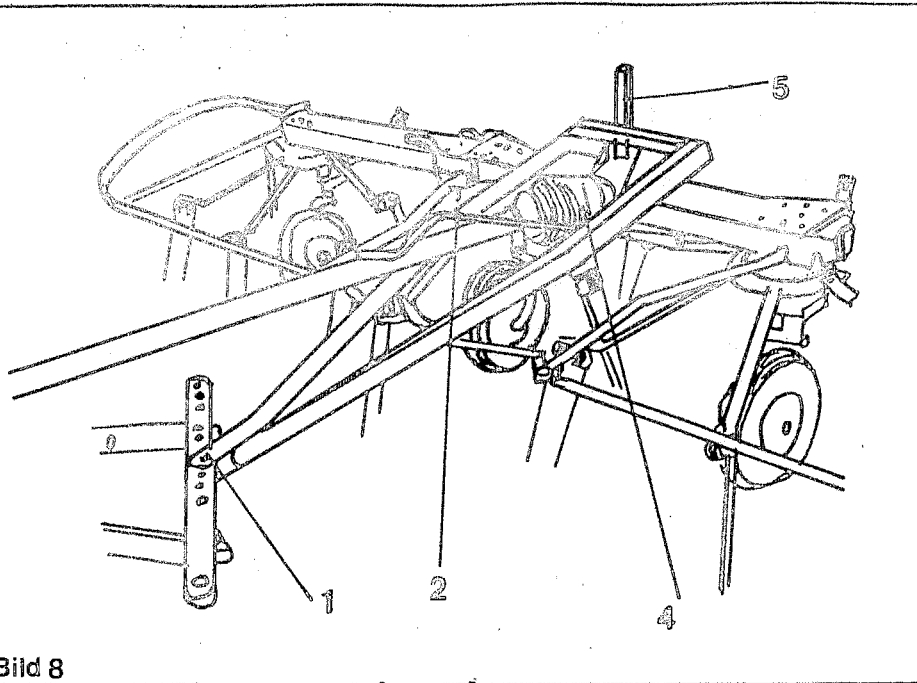

Bild 8
1. Ställ rotorerna vågrätt med veven (bild 8 pos.2).
7. Fäll ned och lås stödfoten (bild 8 pos 5) innan maskinen kopplas loss från traktorn.
1. Mettere in posizione orizzontale i giranti tramite il registro a vite (fig. 8 pos. 2).
7. Abbassare il piedino di appoggio prima di staccare la macchina dal trattore (fig. 8, pos.5).
5. Abstellstütze (Bild 8, Pos.5) hochstellen und sichern.
5. Lever la béquille (Fig. 8, rep. 5) et la bloquer.
5. Place the parking support in its upper position (Fig. 8, item 5).
5. De stennpoot omhoogbrengen en vastzetten (afb. 8, pos. 5).
5. Lyft upp och lås stödfoten (bild 8 pos 5).
5. L'asta di appoggio mettere in posizione di lavoro e securarla (fig.8, pos.5).
4. Vor dem Abhängen des Turboheuers die Abstellstütze (Bild 8, Pos.5) nach unten schieben und sichern.
4. Avant de décrocher le turbofaneur, pousser la béquille(Fig. 8, rep.5) vers le bas et la bloquer.
4. Before disconnecting the rotary haymaker, push the parking support down (Fig.8, item5) and secure it.
4. Voor het afkoppelen van de turbomachine de steunpoot (afb.8, pos.5) omlaag schuiven en vastzetten.
4. Fäll ned och lås stödfoten (bild 8 pos 5) innan hövändaren lossas från traktorn.
4. Abbassare l'asta di sostegno prima di sganciare la macchina(fig.8, pos.5).
Der Turboheuer wird sowohl in Transport- als auch in Arbeitsstellung möglichst in der Mitte der Ackerschleife des Schleppers angehängt (Bild 8, Pos.1). Sichern des Steckbolzens mit dem Vorstecker nicht vergessen! Die Ackerschleife muß fixiert sein und darf nicht ausweichen können.
Atteler le turbofaneur, autant que possible au centre de la barre d'attelage du tracteur (Fig. 8, rep.1) aussi bien que en position de transport qu'en position de travail. Ne pas oublier de bloquer l'axe d'attelage au moyen du circlip. La barre d'attelage doit être fixée et ne doit pas pouvoir bouger.
De turbohooimachine wordt zowel in de transport- als in de werkstand zoveel mogelijk in het midden van de trekstangbalk van de trekker bevestigd (afb. 8, pos.1). Niet vergeten de trekbout te borgen!
Hövändaren skall såväl i transport- som i arbetsläge kopplas i dragbommens centrum (bild 8 pos 1). Glöm inte att låsa dragbulten med låsringen. Dragbommen måste stabiliseras så att den inte kan svänga i sidled.
Montare possibilmente in centro del trattore, sia nella posizione di lavoro come nella posizione di trasporto (Fig. 8, pos.1). Sicurare il perno di traino tramite lo spinotto. Bloccare i due tiranti inferiori del trattore.
1. Den Gelenkwellenschutz am Getriebe des Turboheuers abnehmen (Bild 8, Pos.4).
1. Oter la protection de l'arbre de prise de force sur le mécanisme du turbofanneur (Fig. 8, rep.4).
1. Remove the p.t.o. guard from the gearbox of the rotary haymaker (Fig. 8, item 4).
1. De tussenasbeveiliging aan de aandrijving van de turbomachine verwijderen (afb. 8, pos.4).
1. Ta bort skyddet på kraftuttaget på hövändarens växellåda (bild 8 pos4).
1. Togliere la protezione per il cardano (fig. 8, pos.4).